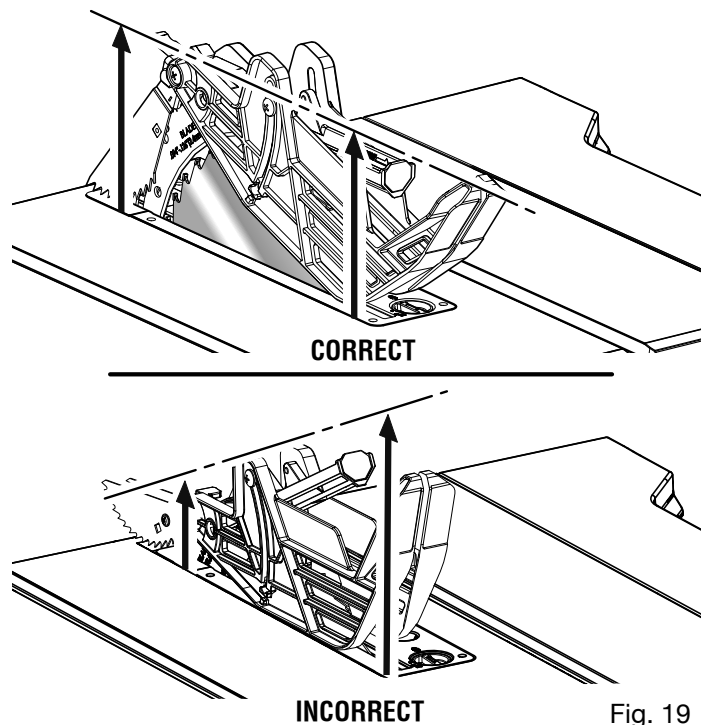

Fig. 19
- Avec le devant du protégé-lame a élevé, abaisser le dos du garde dans le trou arrière le couteau diviseur comme illustré. Abaisser l'avant du garde jusqu'à ce que la barre à l'intérieur du garde soit **parallèle à la table** (voir la figure 19). Si la barre n'est pas parallèle à la table, le couteau diviseur n'est pas en position « en haut ».